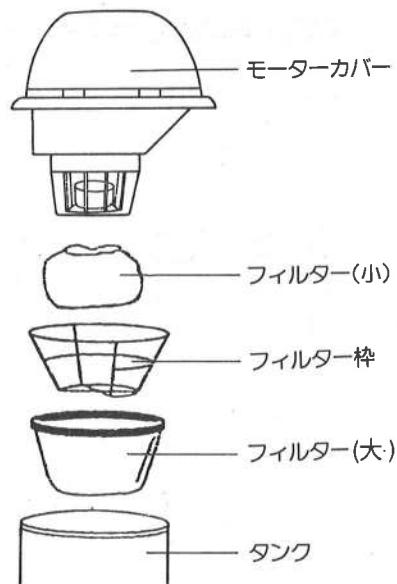

図3
- モーターカバー、フィルター(小)、フィルターフレーム、フィルター(大)は図3の様にセットしてください。